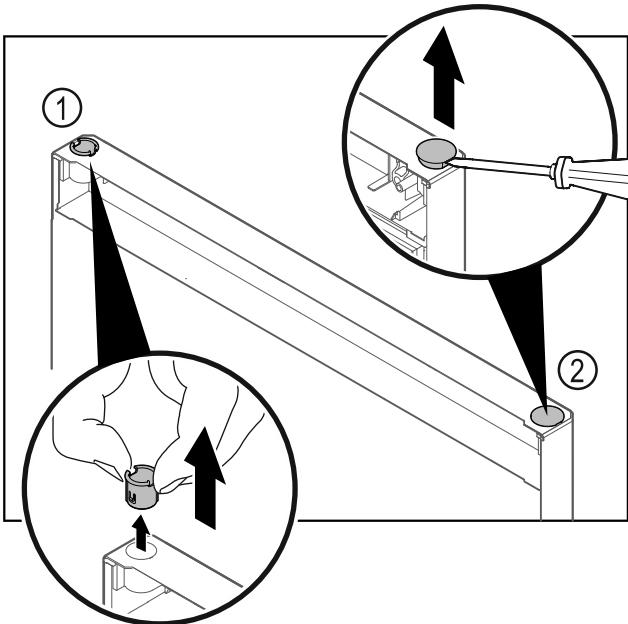

Fig. 18
- ▶ Vytiahnite puzdro závesu Fig. 18 (1) prstami.
- ▶ Plochým skrutkovačom opatrne nadvihnite kryciu zátku Fig. 18 (2) a vytiahnite ju.